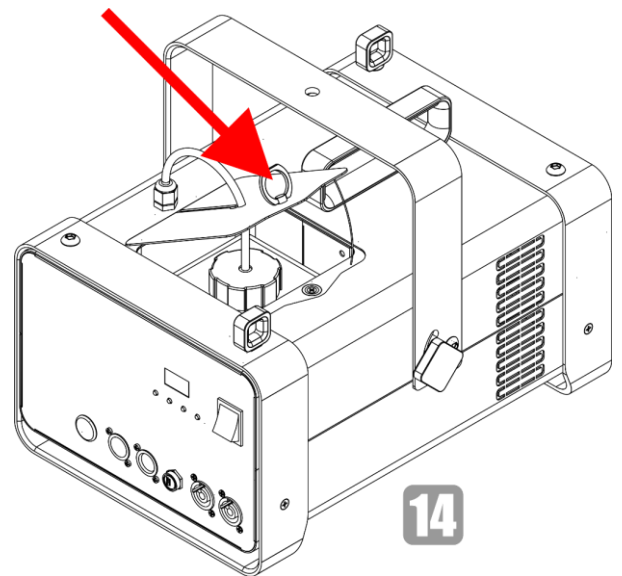

Abb. 20
- 14) Schließen Sie den Servicedeckel (Abb. 20).